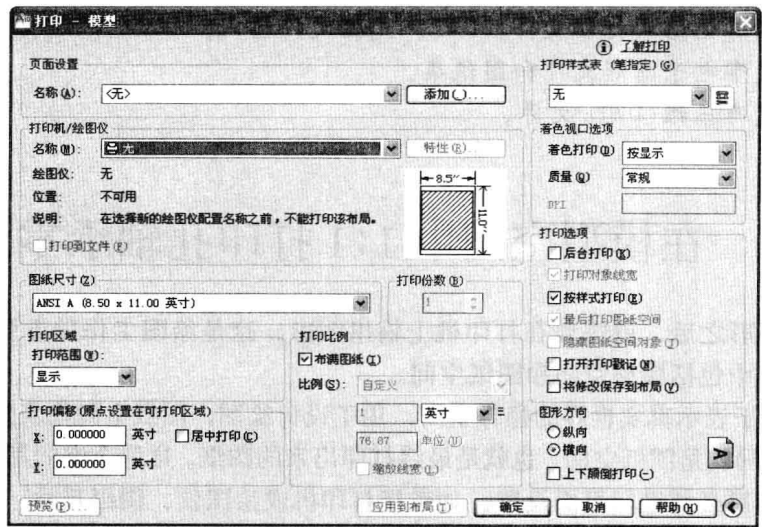

图 10-1-3
(3) 打开“打印-模型”对话框，单击右下角的更多按钮，展开全部内容，如图 10-1-3 所示。